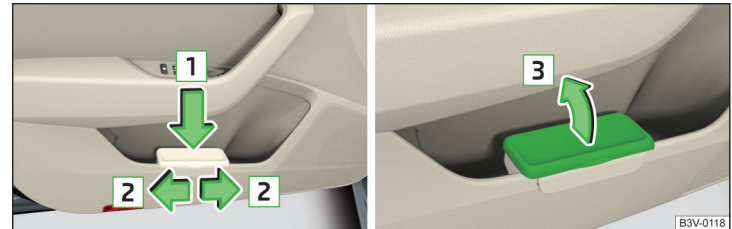

Abb. 92 Abfallbehälter: einsetzen und verschieben / öffnen
- Den Abfallbehälter im hinteren Bereich in Pfeilrichtung **1** » Abb. 92 eindrücken.
- Den Abfallbehälter entgegen der Pfeilrichtung **1** » Abb. 92 herausnehmen. ▶
› Den Deckel in Pfeilrichtung **3** » Abb. 92 anheben.